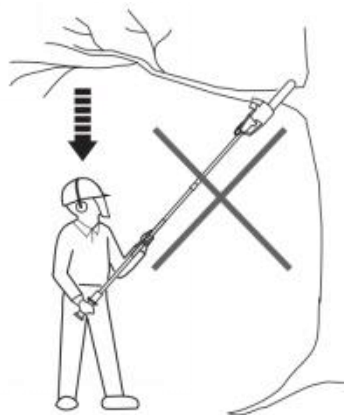

Fig. 51
4. Nigdy nie stój bezpośrednio pod piłowaną gałęzią. Przedmioty mogą spaść. inaczej niż oczekiwano. Zawsze zachowuj się w sposób uniemożliwiający upadek (rys. 51).